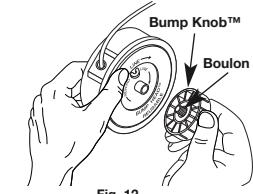

Fig. 12
1. Tenez la bobine extérieure d'une main et dévissez le bouton de butée vers la gauche (Fig. 12). Inspectez le bouton à l'intérieur du bouton de butée pour vous assurer qu'il se déplace librement. Remplacez le bouton de butée s'il est endommagé.